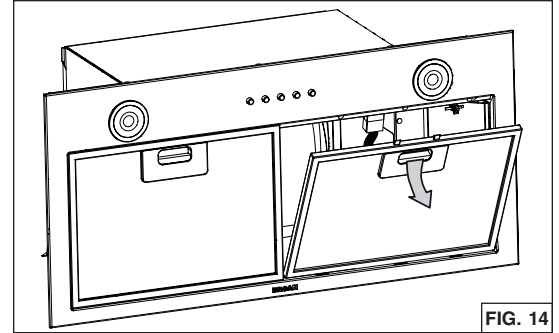

FIG. 14
2. Use la pestaña para retirar de la campana el/los filtro(s) de grasa empujando hacia abajo e inclinando el/los filtro(s) hacia fuera (FIG. 14). Poner el/los filtro(s) a un lado.